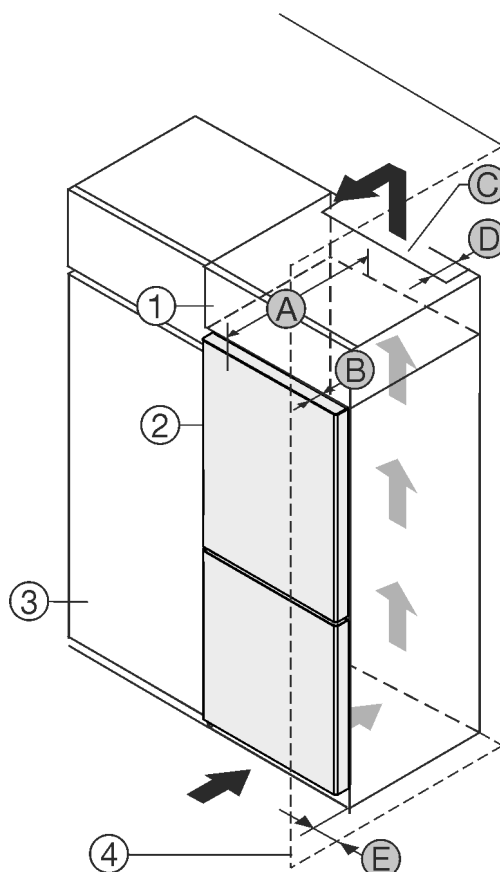

Fig. 1
Du kan opstille apparatet direkte ved siden af køkkenskabet *Fig. 1 (3)*.*
På bagsiden af overskabet skal der være en ventilationskanal med dybden *Fig. 1 (D)* over hele overskabets bredde.*
Ventilationstværsnittet *Fig. 1 (C)* under rummets loft skal overholdes.*
Hvis apparatet opstilles med hængslerne ved siden af en væg *Fig. 1 (4)*, skal afstanden mellem apparatet og væggen være mindst 13 mm.*
Hvis apparatet opstilles med hængslerne ved siden af en væg *Fig. 1 (4)*, skal afstanden mellem apparatet og væggen være mindst 20 mm.*
For at døren kan åbnes helt, skal apparatet rage frem med dørens dybde *Fig. 1 (B)* i forhold til køkkenskabets forside. Apparatet kan rage mere ud afhængigt af køkkenskabenes *Fig. 1 (3)* dybde og anvendelsen af vægafstandsholdere.*